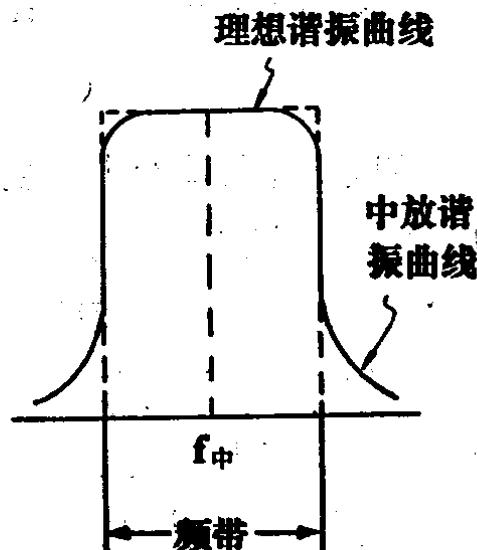

图1.3
(1) 中频的频率比电台信号的频率要低，容易得到较大的放大率，因此收音机的灵敏度可以做得很高。
(2) 不论什么频率的电台信号都变换成一个固定的中频，这样就容易解决不同频率的电台信号放大不均匀的问题。
(3) 中频放大级具有数个中频变压器，其谐振曲线可以接近理想情况如图1.3。外来信号频率与本机振荡信号频率相差为中频频率时，能均匀放大且无失真，而对混进收音机的其它频率的信号几乎没有放大作用并被削弱，因此选择性极好。